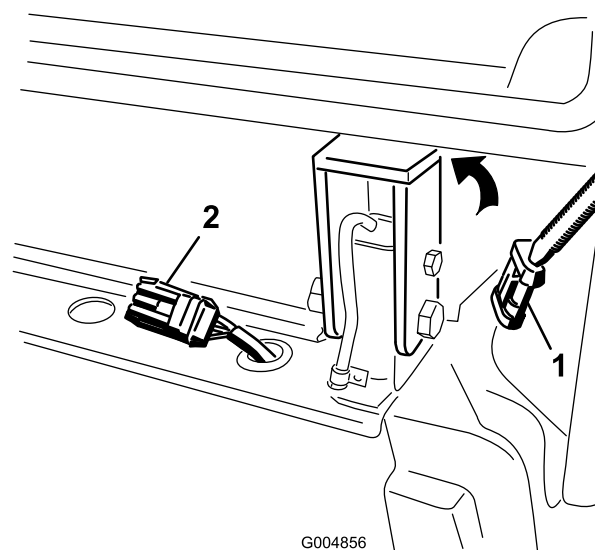

Figura 36
27. Retire el tapón y enchufe el conector del arnés de cables de la cabina en el arnés del bastidor trasero (Figura 36).